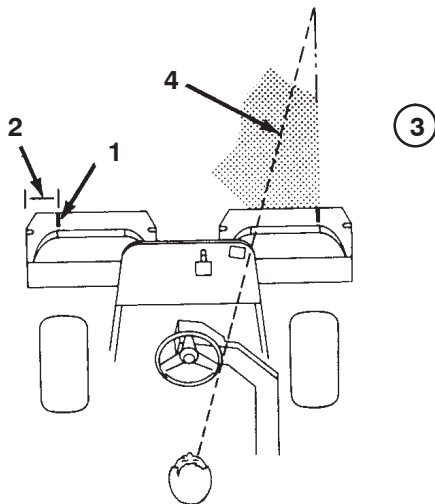

Figure 25
2. Placez une bande de papier blanc ou tracez un trait sur chaque bac parallèlement à son bord extérieur (Fig. 25).
3. Minimisez le chevauchement de la passe précédente lors de la passe de retour. Pour vous aider à conserver une ligne droite en travers du green et à maintenir la machine à égale distance du bord de la passe précédente, établissez une ligne de vision imaginaire à environ 1,8 à 3 m en avant de la machine jusqu'au bord de la partie non coupée du green (Fig. 25 et 26). Certains trouvent qu'il est utile de faire passer la ligne de vision par le bord extérieur du volant, c.-à-d. de maintenir le bord du volant aligné avec un point qui est toujours éloigné de la même distance par rapport à l'avant de la machine (Fig. 25 et 26).